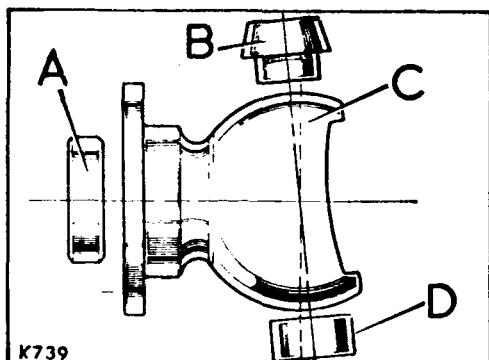

Fig. F1-46.- Posiciones del cojinete y casquillo.
- 3.02.- Montar a presión el cojinete de rodillos, A (Fig. F1-46), del semieje en el interior de su caja del pivote.